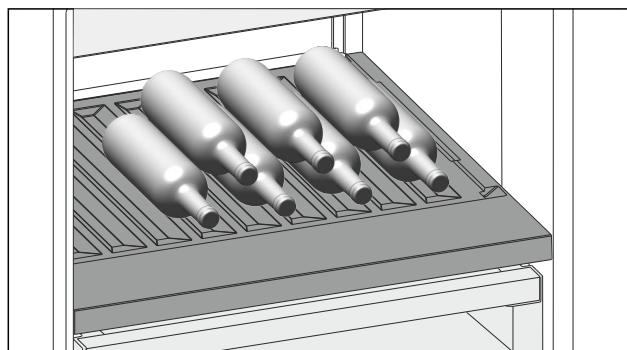

Fig. 150 Ilustrativni primjer
- ▶ Stavite boce s dnom prema stražnjoj stijenci hladnjaka. (pogledajte Fig. 150)